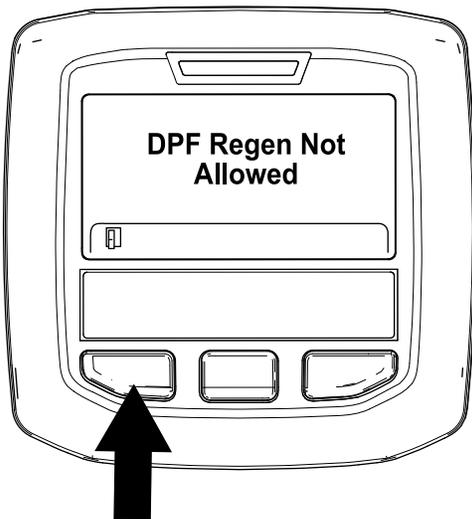

Figura 56
- Se il processo di rigenerazione non è consentito dal computer del motore, viene visualizzato il messaggio "DPF Regen Not Allowed" (Rigen. FAP non consentita) nell'InfoCenter (Figura 56). Premete il pulsante sinistro per uscire e tornare alla schermata Home.